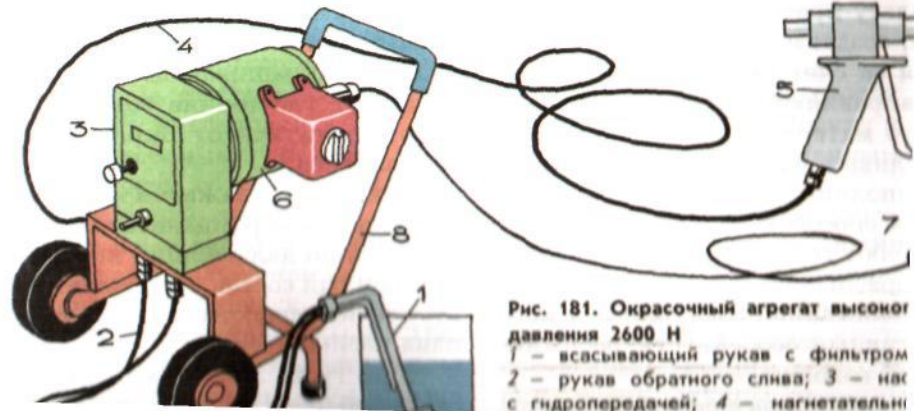

Рис. 181. Окрасочный агрегат высокого давления 2600 Н
- **Агрегаты безвоздушного распыления** (рис. 181) служат для окраски поверхностей лакокрасочными материалами и водно-дисперсионными составами с вязкостью по ВЗ-4 до 100...300 с и **крупностью** твердых частиц 0,08...0,14 мм.